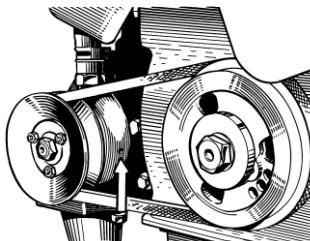

Рис. 24. Дренажное
6. Следить за исправностью уплотнения крыльчатки водяного насоса, имея в виду, что жидкость, просочившаяся в подшипники водяного насоса, выводит их из строя. О неисправности уплотнения свидетельствует течь жидкости из дренажного отверстия (рис. 24) на корпусе водяного насоса, закупоривать которое нельзя.